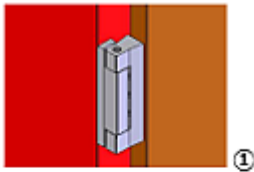

Abb. 13
Die Tür wird an der Mini-Kühlzelle mit zwei Türscharnieren ① (Abb. 13) befestigt.
Jedes Türscharnier ② Abb. 13 wird in folgender Reihenfolge befestigt:
1. Buchsen ③ einsetzen;
3. Stift ④ in dem Türscharnier ② einsetzen.